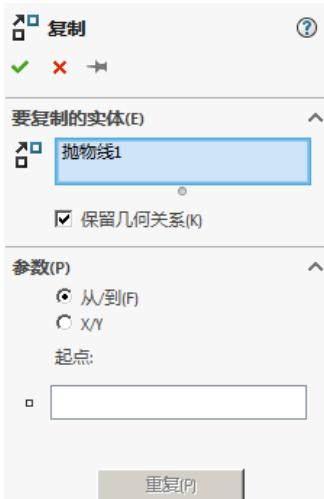

图 4.7.24 “复制”对话框
Step2. 选择下拉菜单 **工具(T)** → **草图工具(I)** → **□ 复制(C)...** 命令（或在“草图”工具栏中单击  按钮），系统弹出如图 4.7.24 所示的“复制”对话框。